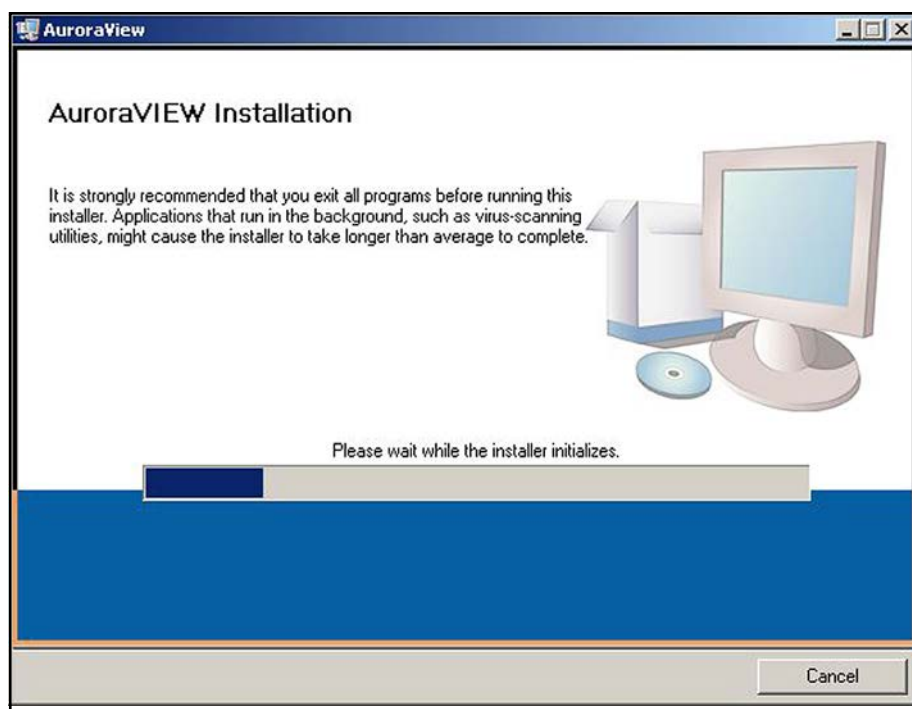

図 53: インストールに関する推奨事項
4. インストーラを実行する前に、他のプログラムをすべて終了します（以下の図 53 を参照）。